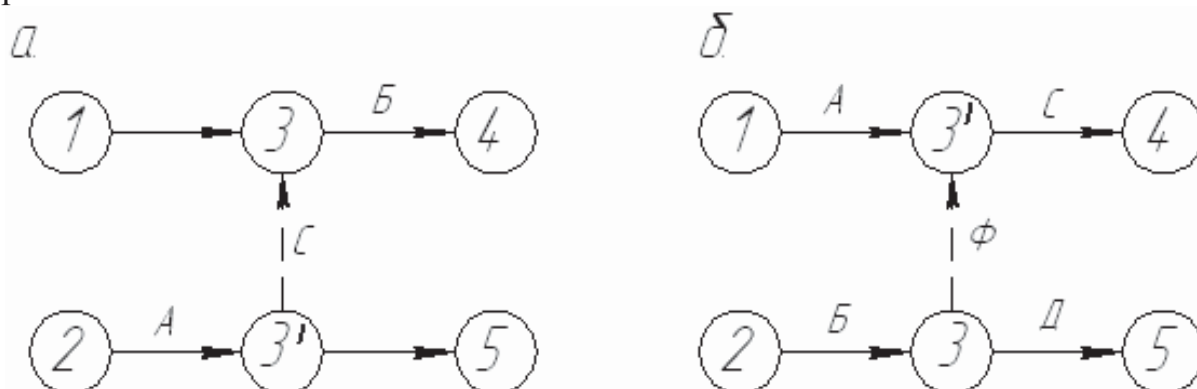

Рисунок 4.6 - Пример ввода фиктивных работ и событий
6. Фиктивные работы и события вводятся и в ряде других случаев. Один из них – отражение зависимости событий, не связанных с реальными работами. Например, работы А и Б (рисунок 4.6,а) могут выполняться независимо друг от друга, но по условиям производства работа Б не может начаться раньше, чем окончится работа А. Это требует введения фиктивной работы С.